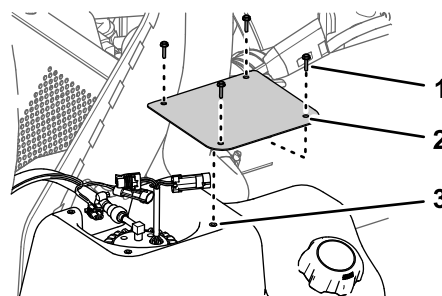

图 70
2. 在油箱内卸下将护罩固定至油箱顶部的 4 个螺丝 10 x 3/4 英寸然后取下护罩图 70。